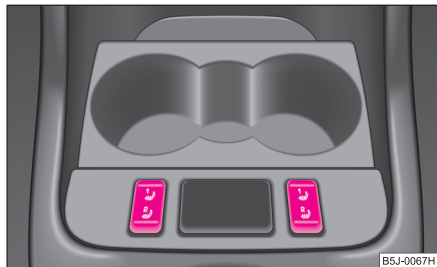

Fig. 48 Comutator basculant: Încălzirea scaunelor față
- Apăsând comutatorul basculant în poziția ① sau ②, porniți încălzirea scaunelor din față pe 25 % sau 100 % din capacitatea totală ⇒ fig. 48.